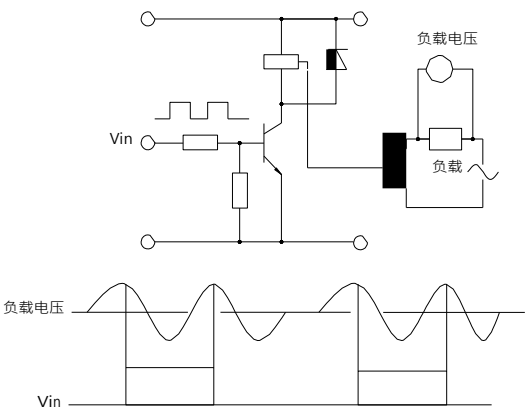

图 2
1.2.3 关于触点动作与交流负载相位同步的问题 继电器触点动作与所切换负载的交流电流相位同步时，如果触点总是在负载电压较高时接通或断开，如图 2，会增中触点的粘接或材料转移，从而引起继电器过早失效，请在实际使用中确认是滞用随机相位通断。用计时器、微型计算机等驱动继电器时，有电源相位同步的情况。